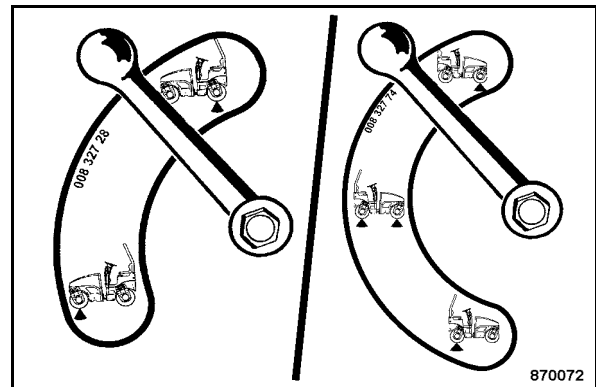

Fig. 72
- Présélectionner le ou les bandages au robinet à boisseau (Fig. 72).